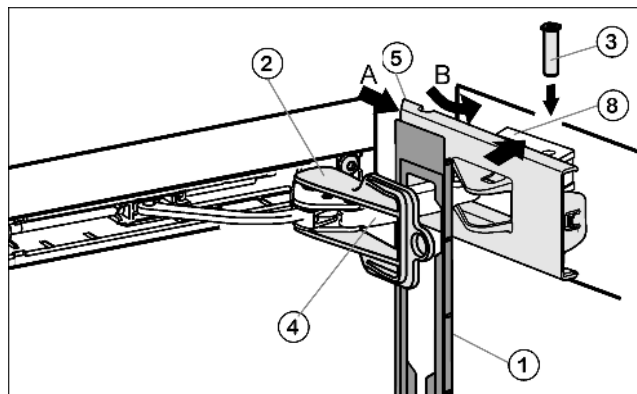

Fig. 23
- Навесьте накладку Fig. 23 (1) на амортизационную скобу Fig. 23 (4) таким образом, чтобы передние защелки показывали во внутрь, а передняя сторона была направлена к устройству.
- Отодвиньте (А) крышку Fig. 23 (5) снаружи и поверните (В) через опорную деталь Fig. 23 (8).
- Установите крышку Fig. 23 (5) и защелкните ее до первого фиксатора.
- Притяните амортизационную скобу Fig. 23 (4) к опорной детали Fig. 23 (8) и сверху вставьте палец Fig. 23 (4) таким образом, чтобы квадратная головка сидела в углублении.
- Теперь полностью защелкните крышку Fig. 23 (5) на опорной детали Fig. 23 (8).
- Выкрутите фиксатор Fig. 23 (2).
- Защелкните накладку Fig. 23 (1) на дверце.